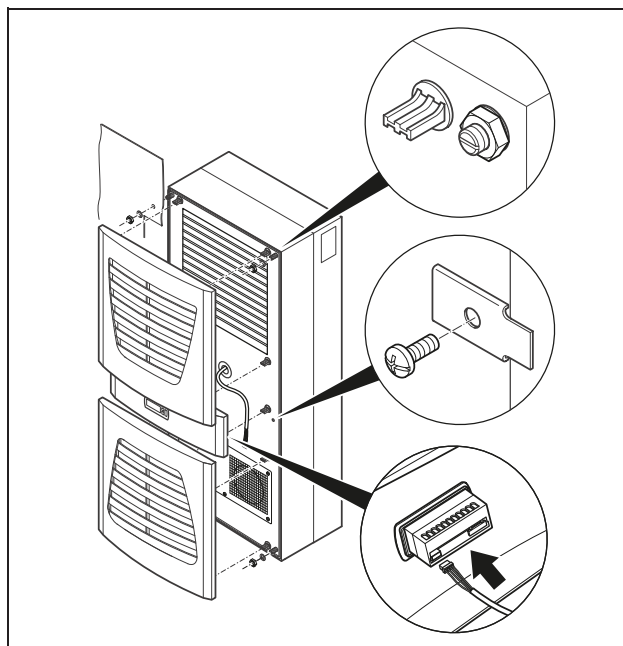

Bild 18: Fastsättning av kylaggregatet
- Sätt fast aggregatet med medföljande fastsättningsplåtar som visas i bild 18.